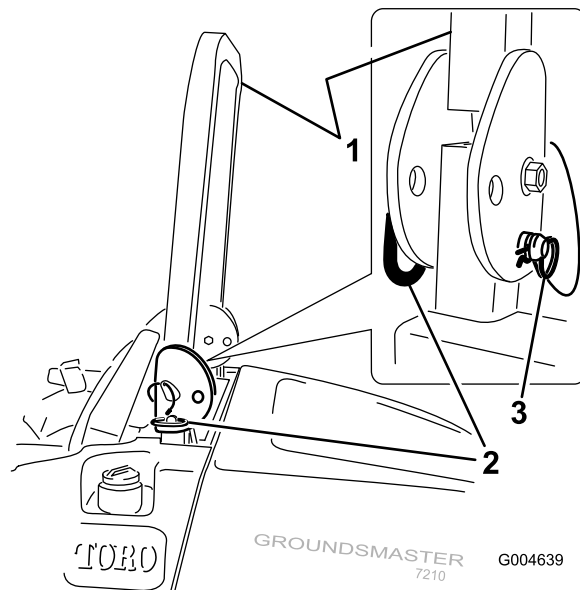

Figura 11
1. Para bajar la barra anti-vuelco, retire los pasadores de horquilla, empuje la barra hacia adelante contra los muelles, y retire los dos pasadores (Figura 11).
3. Instale los dos pasadores y fíjelos con los pasadores de horquilla (Figura 11).
4. Para elevar la barra anti-vuelco, retire los pasadores de horquilla y retire los dos pasadores (Figura 11).
5. Eleve la barra anti-vuelco a la posición vertical, instale los dos pasadores y fíjelos con los pasadores de horquilla (Figura 11).